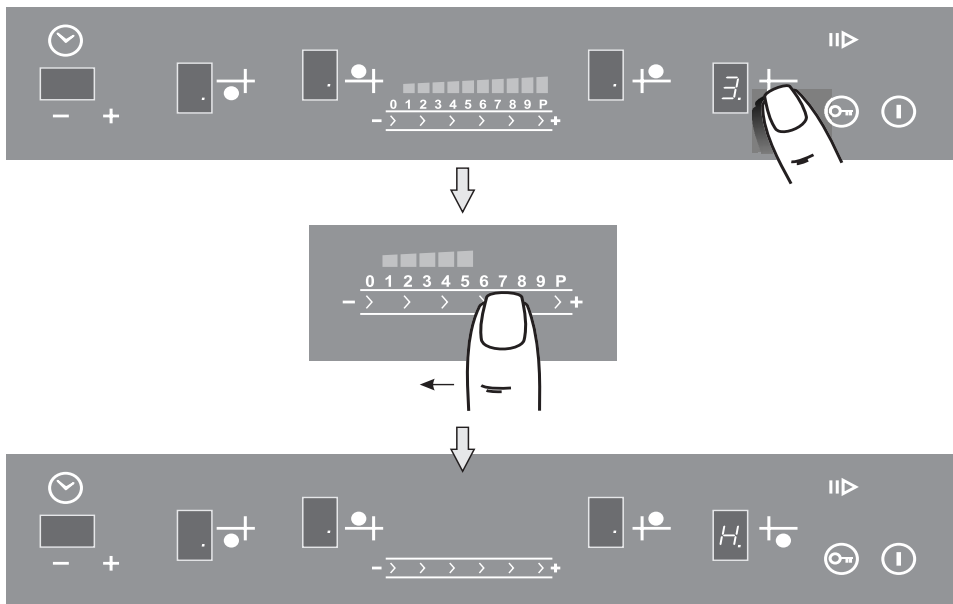

Рис.6
1. Работаящую конфорку перевести касанием зоны ② в режим управления (рис. 6).
2. Перемещая палец по поверхности ④, установить в окне индикации значение «0», конфорка отключится. В окне ③ будет светиться буква «Н», указывающая, что конфорка еще горячая.